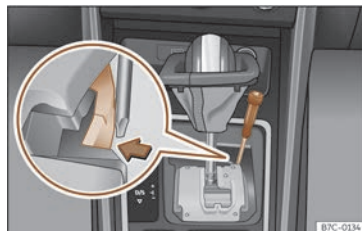

Fig. 140 Palanca selectora: desbloqueig d'emergència en la posició d'aparcament.
- Amb ajuda de la part plana d'un tornavís, premeu lateralment la pestanya groga i mantingueu-la pressionada»» fig. 140 .